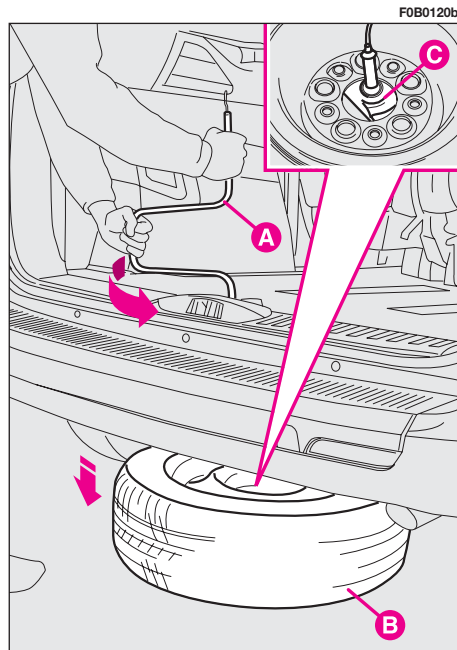

fig. 5
9) mediante la palanca de accionamiento **A**-fig. 5 afloje el tornillo hasta que baje la rueda de repuesto **B**;